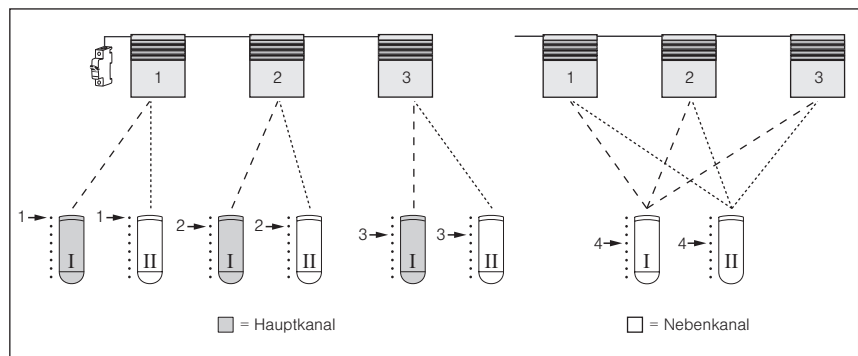

Abb. 58 Drei Rollläden (nur gemeinsam aussicherbar) sollen mit zwei 8-Kanal Handsendern bedient werden.
Nun sind alle drei Rollladen gemeinsam mit Kanal 4 von Handsender (I) bedienbar. Der nächste Schritt besteht im Einlernen der Nebenkana für Handsender (II). Hierbei müssen Sie beachten, dass Sie den Lernmodus immer mit dem Hauptkana starten, in unserem Beispiel liegen die Hauptkana auf Handsender (I), siehe Abb. 58 links.